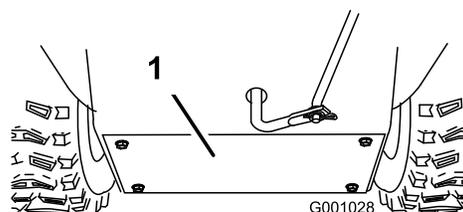

Figure 48
3. Retirez le couvercle arrière (Figure 48).